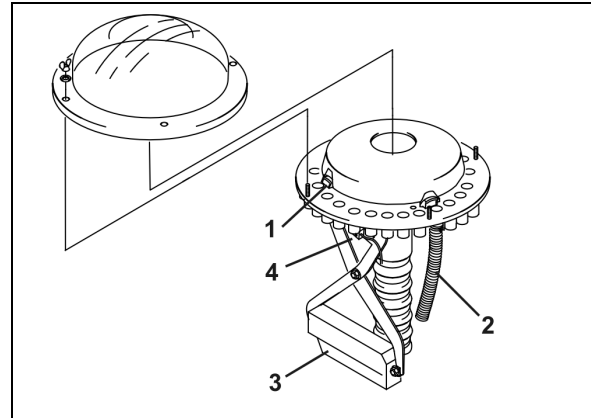

Рис. 38
- устройство для установки технической колеи закрывает в распределительной головке посредством заслонки (Рис. 38/1) дозировку к семяпроводам (Рис. 38/2) сошников техколеи;
Подача посевного материала к сошникам технологической колеи прерывается, как только электромотор (Рис. 38/3) закрывает соответствующие семяпроводы (Рис. 38/2) в распределительной головке.
Датчик (Рис. 38/4) проверяет, надлежащим ли образом работают заслонки (Рис. 38/1), открывающие и закрывающие семяпроводы (Рис. 38/2).